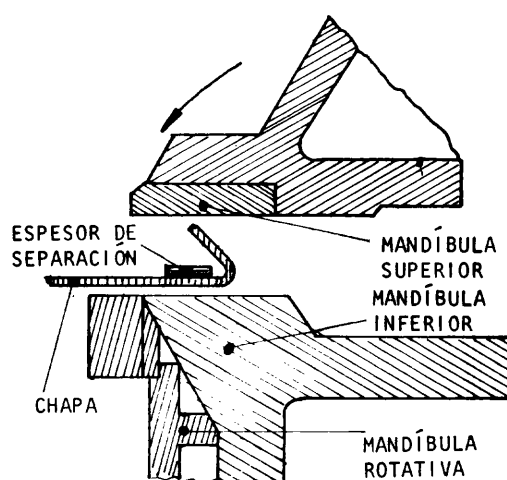

Fig. 1
- a Coloque la chapa en la plegadora con la pestaña debajo de la mandíbula superior (fig. 1).